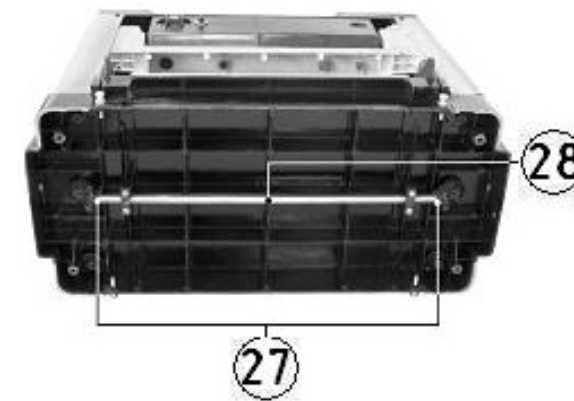

Рис.15
12.3.4. Наклоните машину назад и извлеките пружинное кольцо (27) с передаточного вала (28) под литым основанием со стороны, где толщина заготовки «занижена», как показано на рис.15.